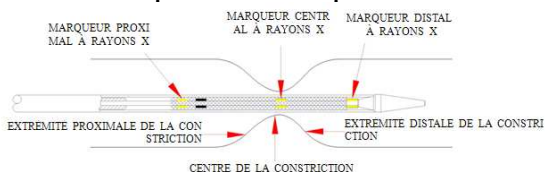

Figure 4
- d) Vérifiez le positionnement au cours du déploiement de l'endoprothèse (point de non retour au niveau du marqueur central radio-opaque) et continuez à tirer sur le connecteur Y jusqu'à ce que l'endoprothèse soit entièrement déployée. (Voir figure 4, 5)
- Vérifiez le positionnement au cours du déploiement de l'endoprothèse (point de non retour au niveau du marqueur central radio-opaque) et continuez à tirer sur le connecteur Y jusqu'à ce que l'endoprothèse soit entièrement déployée. (Voir figure 4, 6)